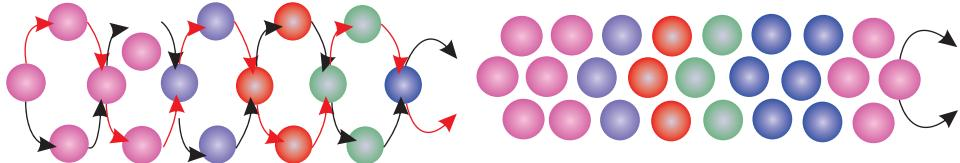

Рис. 7. Плетение крестом
6. Плетение крестом (*рис. 7*). Плетение крестом также называют плетением в две нити (на самом деле нить одна, но работают два её кончика). Нитка берётся за два кончика и в середину нанизываются 3 бисеринки, а 4-ую закрепляют методом плетения навстречу, затем кончики нитей затягиваются. Потом на левый и правый кончики нити нанизывается по бисеринке, а следующую бисеринку нанизывают способом плетения навстречу, затягивают нить. И так далее...